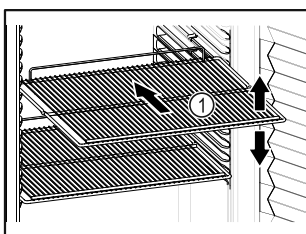

Fig. 57 Eksempelfremstilling
- ❑ Hvis oppbevaringshyllene Fig. 57 (1) kan flyttes, juster etter høyden.